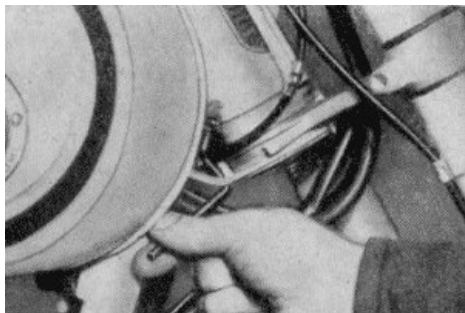

Bild 93. Widerstandsblech des Steuerungsdämpfers ausbauen
4. Nach dem Heraus-schrauben der Innensechskantschraube M 6x12 (Bild 93) ist das Widerstandsblech abzunehmen.